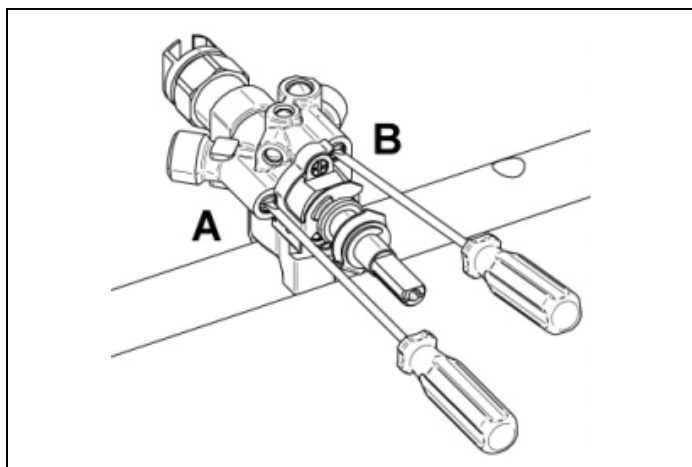

Fig. 15
- 4) Per il rubinetto che comanda il bruciatore Dual le viti di strozzamento sono situate sul corpo del rubinetto (Fig. 15), la vite A regola la corona esterna mentre la vite B regola la vite interna.